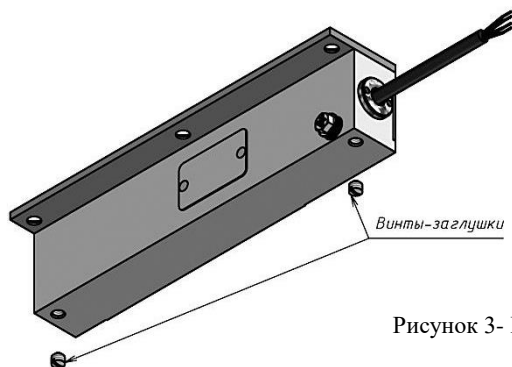

Рисунок 3- Варианты установки корпуса на пластине
Планка (2) под полкой угольника служит для исключения удара торца якоря о кромку угольника в процессе работы. Пластина (3) предназначена для крепления корпуса на дверной коробке и может устанавливаться в двух вариантах (рисунок 3).